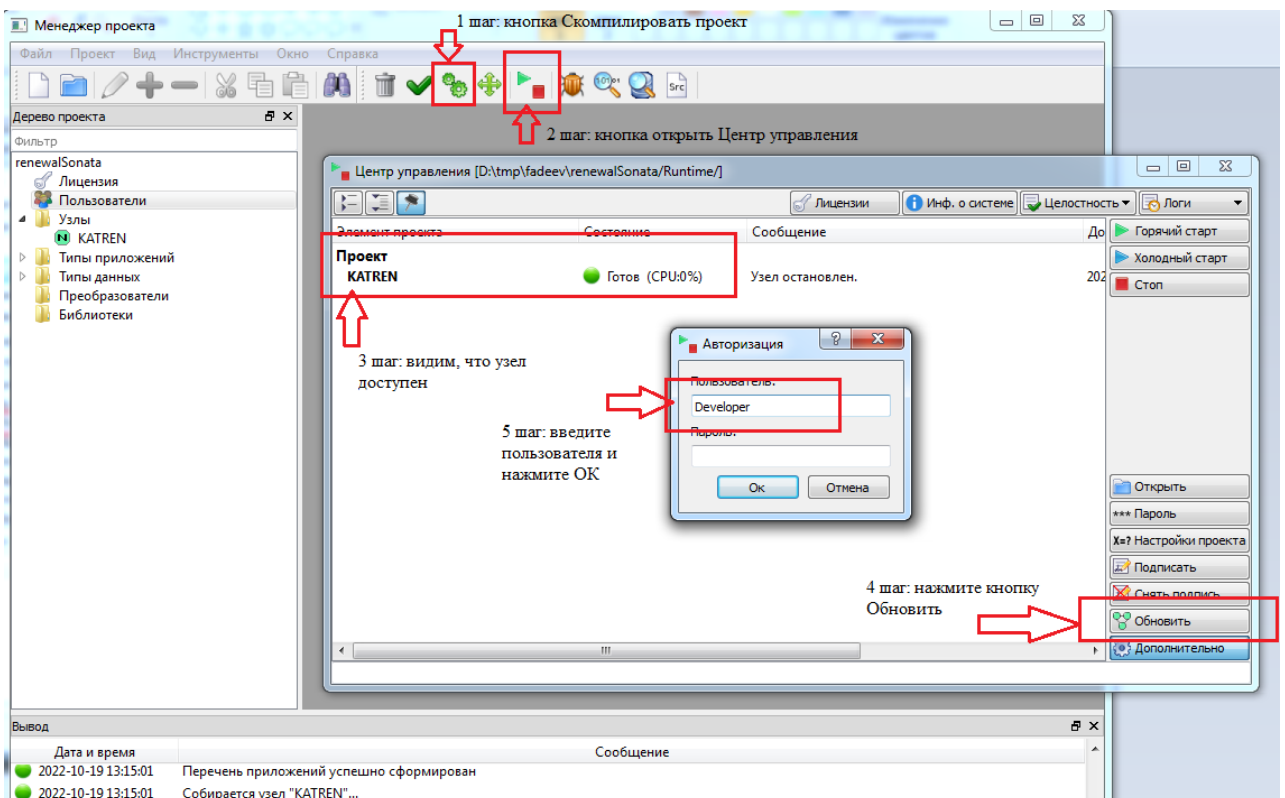

Рисунок 3.6 - Несколько шагов перед началом обновления дистрибутива
4. Наш проект, из которого мы сможем обновить дистрибутив SCADA системы "Соната" на удаленном узле KATREN, готов. Необходимо только нажать кнопку Скомпилировать проект, после чего открыть приложение Центр управления и выполнить несколько действий (см. рис. 3.6).